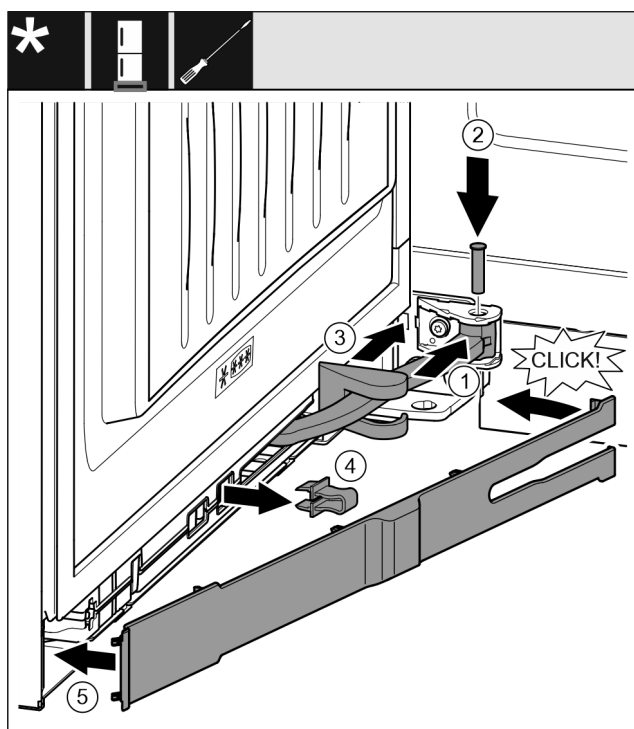

Fig. 49
- ▶ Forgassa a felfüggesztésbe a csuklót Fig. 49 (1).
- ▶ Helyezze a felfüggesztésbe és a csuklóba a csapszeget Fig. 49 (2) egy csavarhúzóval. Közben ügyeljen arra, hogy a reteszelő bütyök megfelelően illeszkedjen a horonyba.
- ▶ Tolja el a csapágybak fedelét Fig. 49 (3) a csukló mentén, és szerelje a felfüggesztés fölé.
- ▶ Vegye le a biztosítékot Fig. 49 (4).
- ▶ Helyezze fel a takarólemezt Fig. 49 (5), a fogantyú felőli oldalán és fordítsa be.